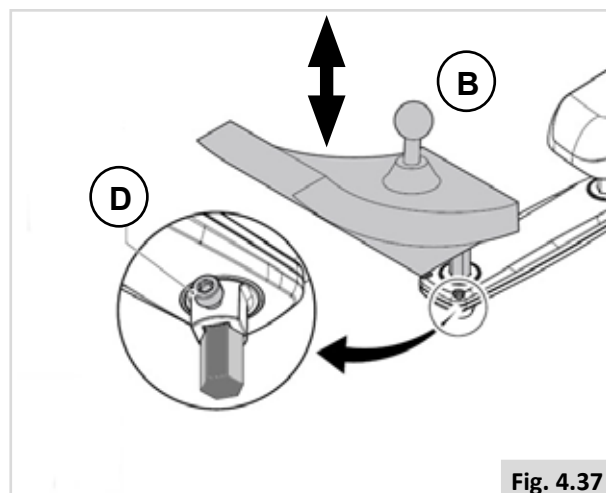

Fig. 4.37
Justere høyden på styreboksen (2) (Fig. 4.37)
1. Skru opp (D).
2. Skyv (B) til ønsket stilling.
3. Stram (D) på nytt.